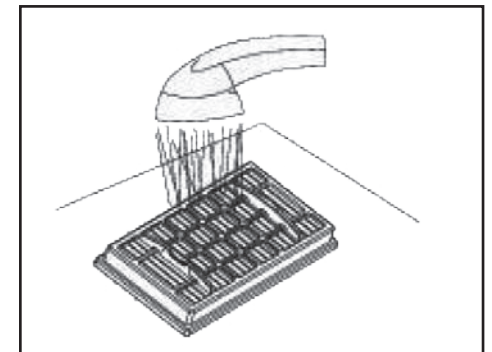

Fig. 13
- El filtro Hepa puede lavarse en agua templada (máx. 40 grados, fig. 13). Deje que se seque al aire durante 24 horas antes de volver a colocarlo.